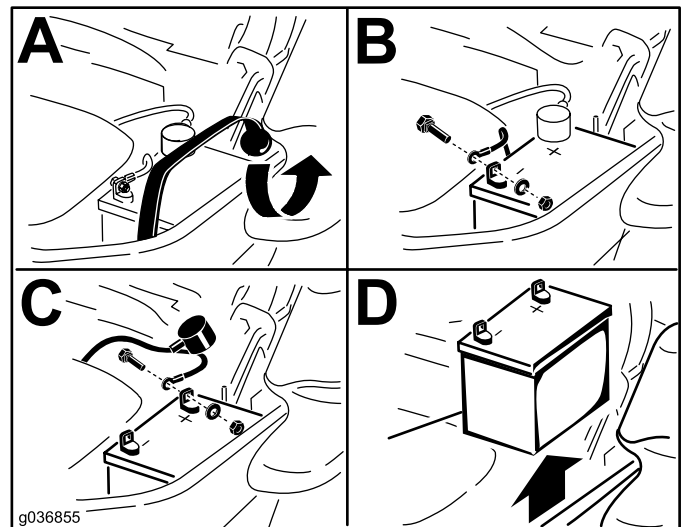

Figura 54
3. Retire la batería según se muestra en la Figura 54.
4. Fije los cables con 2 pernos, 2 arandelas, y 2 contratueras (Figura 54).
6. Fije la batería con la correa de goma (Figura 54).
1. Coloque la batería en la bandeja, con los bornes frente al depósito de aceite hidráulico (Figura 54).